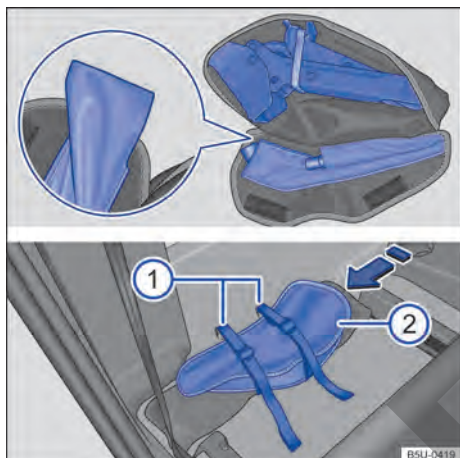

Fig. 175 Atrás del respaldo del asiento del pasajero: ② bolsas de herramientas de a bordo y ① cintas de fijación de la bolsa de las herramientas de a bordo.
- Acomodar el gato hidráulico en la bolsa totalmente cerrado → **fig. 175**, con la base del gato en la parte más grande de la bolsa.
- Acomodar la llave de rueda en su debido alojamiento e intentar que la lengüeta → **fig. 175** (lupa) sea colocada por debajo de la llave de rueda, para evitar ruidos durante la conducción.
- Posicionar la bolsa de herramientas de a bordo atrás del asiento del pasajero, sobre el triángulo de seguridad y a través de las cintas de fijación, según → **fig. 175** en el sentido de la flecha.
- Para que la bolsa quede correctamente ajustada, colocar la bolsa de herramientas de a bordo con los velcros de la bolsa mirando para adelante → **fig. 175** ②.